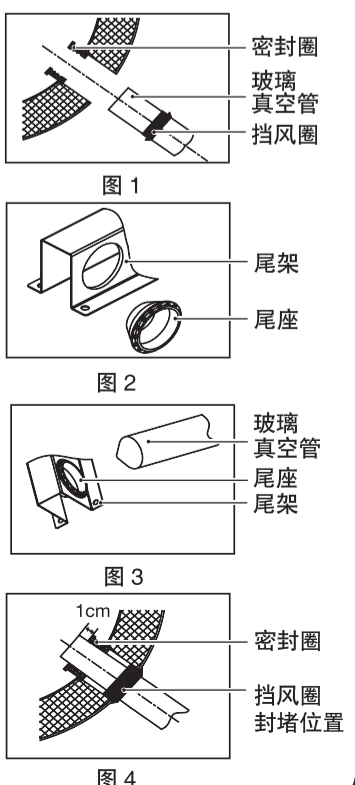

图 4
- 玻璃真空管插入密封圈内的深度约 1cm 左右, 将挡风圈推至水箱孔处封堵(图4)。